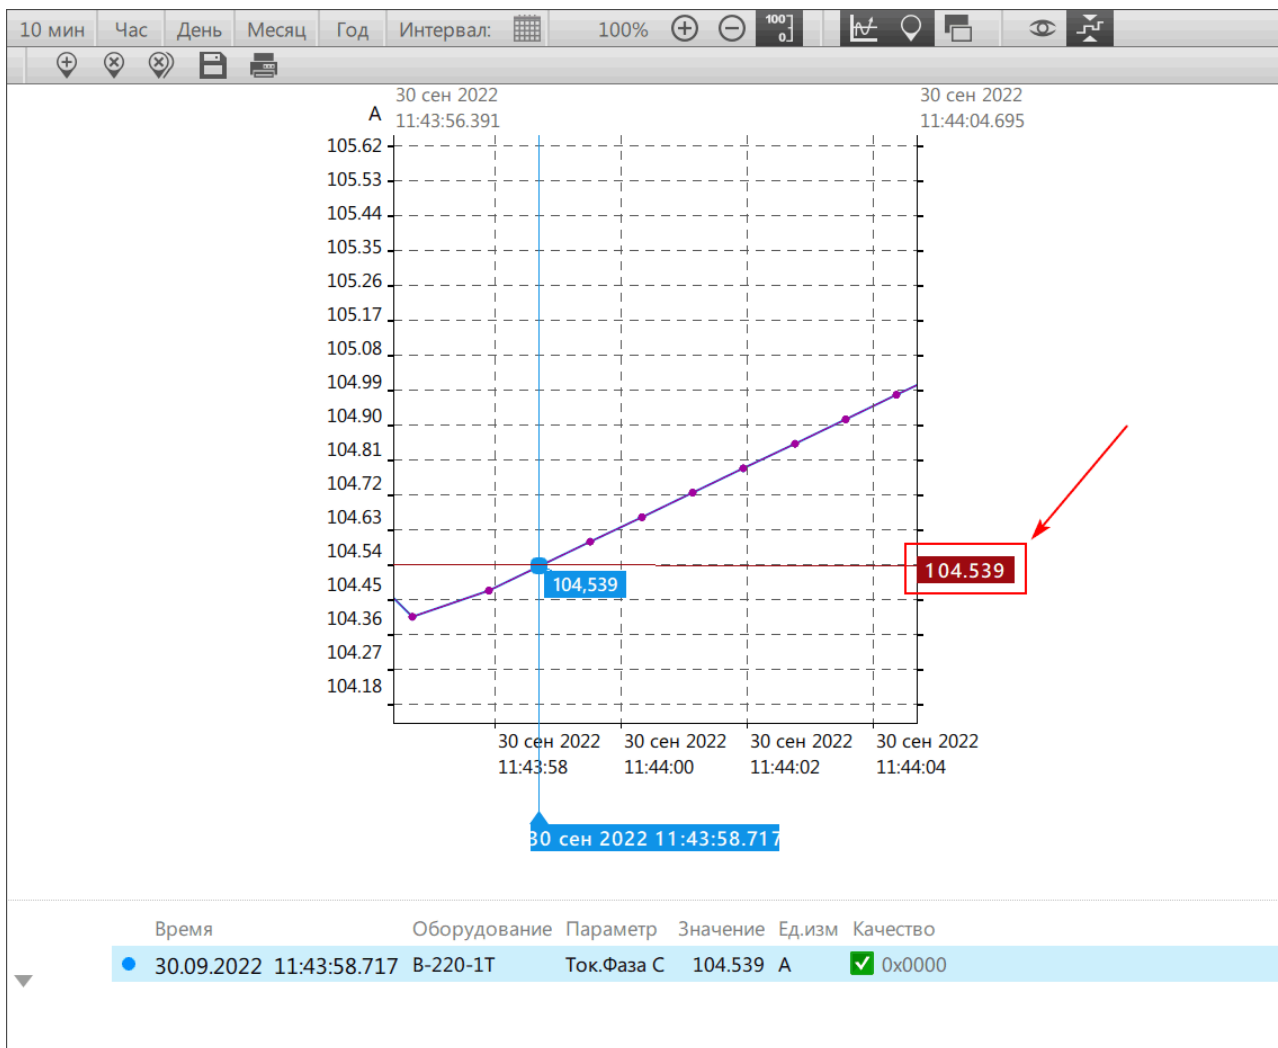

Рисунок 96 - Фиксированный маркер
4. Нажмите **ОК**. На графике появится фиксированный маркер (Рисунок 96).